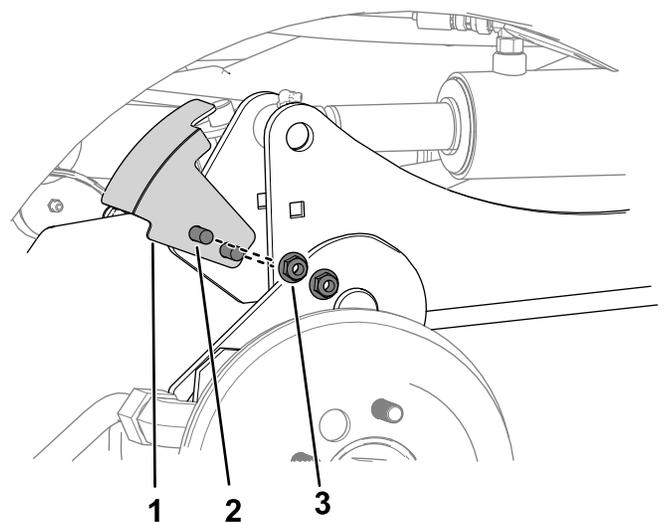

Рисунок 8
5. С помощью двух каретных болтов и двух гаек ($\frac{3}{8}$ дюйма) прикрепите кронштейн датчика к правому подъемному рычагу (Рисунок 8).